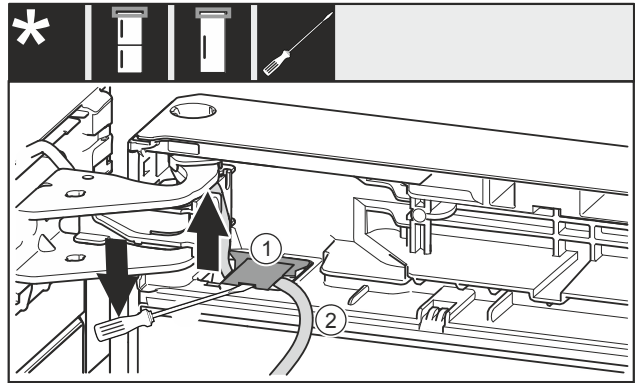

Fig. 15
- Ngrini lart kapakun mbulues Fig. 15 (1) me një kaçavidë me kokë petë dhe tërhiqeni jashtë.
- Tërhiqni jashtë kabllon Fig. 15 (2).